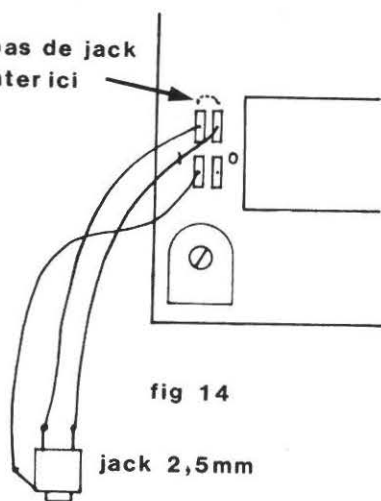

fig 14
- il est possible d'installer une prise pour un manipulateur, permettant ainsi de s'entraîner à la manipulation. Pour ce faire, il est recommandé d'installer un mini jack de 2,5 mm pour ne pas le confondre avec l'autre. Sur le panneau avant rentrent la roue codeuse et le jack d'écouteur; cabler selon la figure 14. Si cette option n'est pas désirée, ne pas oublier de ponter entre-eux les deux contacts pour le jack.